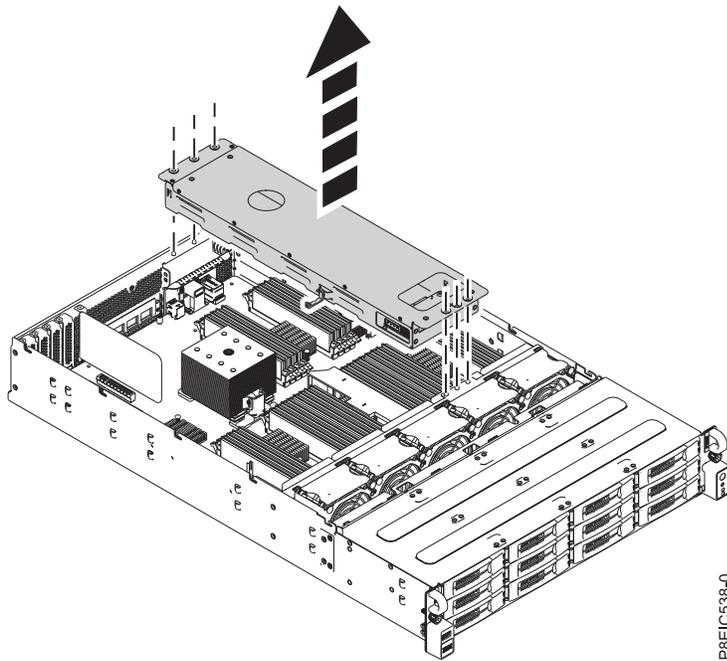

Figure 19. Retrait du tiroir d'unité arrière
5. Soulevez le tiroir d'unité arrière pour le sortir du système, comme illustré dans la figure 19.